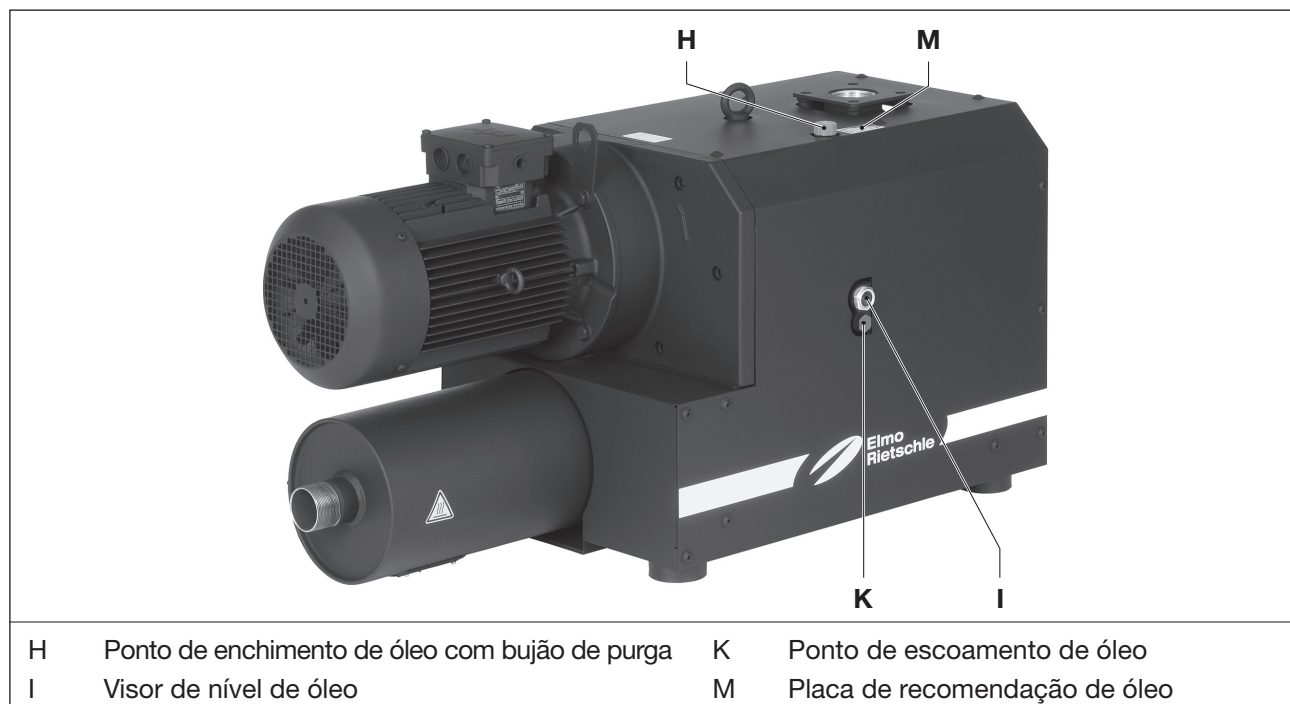

Fig. 5 Troca de óleo
- Controlar mensalmente o nível do óleo no visor (Fig. 5/I).
- Abrir o bujão do ponto de enchimento de óleo (Fig. 5/H) e abastecer com óleo até a borda superior do visor de nível (Fig. 5/I).
Como meio operacional, recomendamos a utilização dos óleos Elmo Rietschle (ver também a placa de recomendação de óleo (Fig. 5/M)):
- Abrir o bujão no ponto de enchimento de óleo (Fig. 5/H), abrir o ponto de escoamento de óleo (Fig. 5/K) e drenar completamente o óleo usado.
- Fechar o ponto de escoamento de óleo (Fig. 5/K) e encher com óleo novo no ponto de enchimento de óleo (Fig. 5/H).
Controlar o nível do óleo no visor (Fig. 5/I).
- Fechar o bujão no ponto de enchimento de óleo (Fig. 5/H).